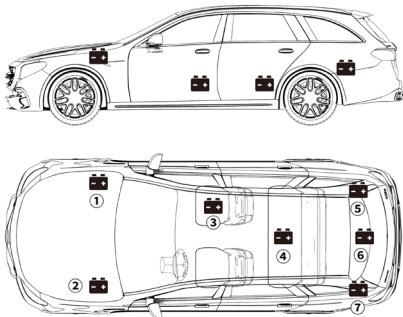

Abbildung 3.1.1
- 1) Bei den meisten Modellen befindet sich die Batterie im Motorraum unter der Motorhaube in einer der vorderen Ecken. Siehe Batterieposition ① und ② in Abbildung 3.1.1.
- 2) Um eine ungleichmäßige Gewichtsverteilung auszugleichen, halten einige Hersteller den Motor im Kofferraum. Siehe Batterieposition ⑤, ⑥ und ⑦ in Abbildung 3.1.1. In diesem Fall kann die Batterie eine Plastikabdeckung haben, die vor jedem Test entfernt werden sollte.
- 3) Bei einigen Modellen kann sich die Batterie unter dem Rücksitz befinden. Siehe Batterieposition ④ in Abbildung 3.1.1.
- 4) Bei anderen Fahrzeugen kann sich die Batterie unter dem Beifahrersitz befinden. Siehe Batterieposition ③ in Abbildung 3.1.1.